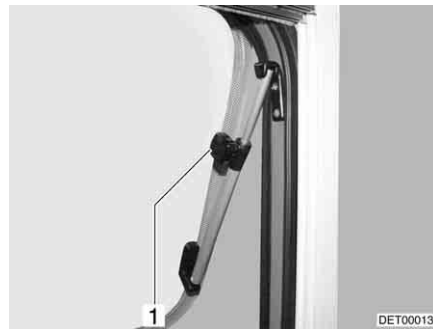

Bild 49 Ausstellfenster mit Dreh-Aussteller
- Ausstellfenster mit Dreh-Aussteller: Das Ausstellfenster bis zur gewünschten Stellung öffnen und mit Rändelknopf (Bild 49,1) feststellen.
- Ausstellfenster mit Dreh-Aussteller: Rändelknopf (Bild 49,1) drehen, bis die Arretierung freigegeben wird.